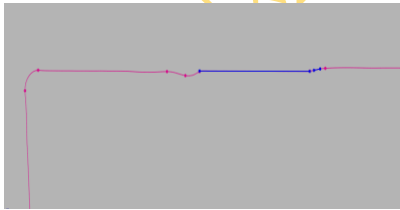
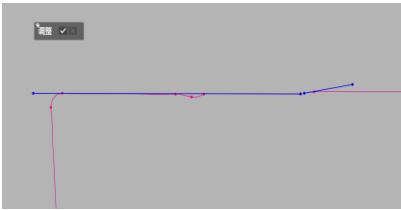

图 4.45 直线拟合
图 4.46 调整直线长度
2) 点击直线按钮, 选择要拟合出的直线, 如图 4.45 所示。点击调整按钮, 对直线进行延长, 如图 4.46 所示。点击剪切按钮, 选择相交剪切, 选择两直线, 使两直线形成相交, 如图 4.47 所示, 点击退出按钮退出草图环境。